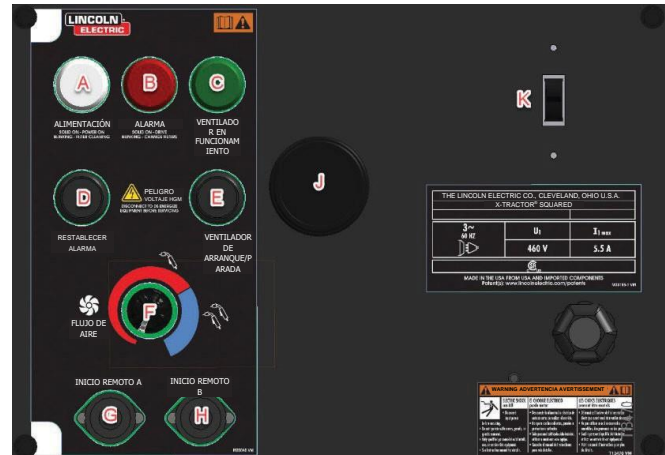

FIGURA B.1
1. Arranque la máquina girando el interruptor principal de encendido/apagado (consulte la Figura B.1, elemento K), ubicado en la parte delantera de la máquina. La luz blanca de encendido se iluminará (consulte la Figura B.1, elemento A).
2. Pulse el botón de arranque/paro del ventilador para arrancarlo (consulte la Figura B.1, elemento E). Se encenderá la luz verde del ventilador (consulte la Figura B.1, elemento C).
4. El botón de restablecimiento de alarma/limpieza manual (consulte la Figura B.1, elemento D) puede borrar los fallos del VFD, mostrados por una luz de alarma parpadeante (consulte la Figura B.1, elemento B). También puede forzar el inicio de un ciclo de limpieza manteniendo pulsado durante 6 segundos.
Las conexiones de arranque remoto A y B (consulte la Figura B.1, elemento G y H), se pueden utilizar junto con el accesorio de sensor de arranque/paro activado por corriente para arrancar y detener automáticamente el ventilador cuando el cable de trabajo de la máquina de soldadura está colocado en la abrazadera del accesorio. La unidad continúa funcionando durante 25 segundos después de completar la soldadura antes de apagarse automáticamente.
La limpieza automática del filtro no tendrá lugar si la alimentación se desconecta utilizando el interruptor de encendido/apagado principal (consulte la Figura B.1, elemento K).
Una vez que la presión en el filtro exceda 5 inWG (1245 Pa) y después de apagar el ventilador mediante el botón de arranque/paro del ventilador (consulte la Figura B.1, elemento E), se iniciará un ciclo de limpieza del filtro para optimizar la eficiencia del filtro. Después de 20 segundos de apagar el ventilador, el filtro se limpia con una serie de 2 chorros de aire comprimido con 20 segundos de diferencia. Para un tiempo total del ciclo de limpieza de aproximadamente 1 minuto.
1. Pulse y mantenga pulsado durante 6 segundos el botón de restablecimiento de alarma/limpieza manual (consulte la Figura B.1, elemento D) para activar el ciclo de limpieza del filtro. Este procedimiento dura aproximadamente 2 minutos, durante los cuales los cartuchos filtrantes se limpian con 2 chorros de aire comprimido.